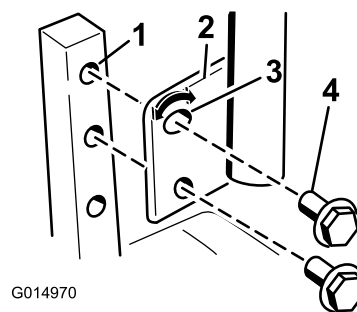

Figura 26
1. Remova 2 parafusos que prendem a alavanca de controlo ao veio do braço de controlo (Figura 26).
2. Mova a alavanca de controlo para o conjunto de furos seguinte. Prenda a alavanca com os 2 parafusos (Figura 26).
2. Desaperte o parafuso inferior o suficiente para rodar a alavanca de controlo para a frente ou para trás (Figura 26). Aperte ambos os parafusos para fixar o controlo na nova posição.